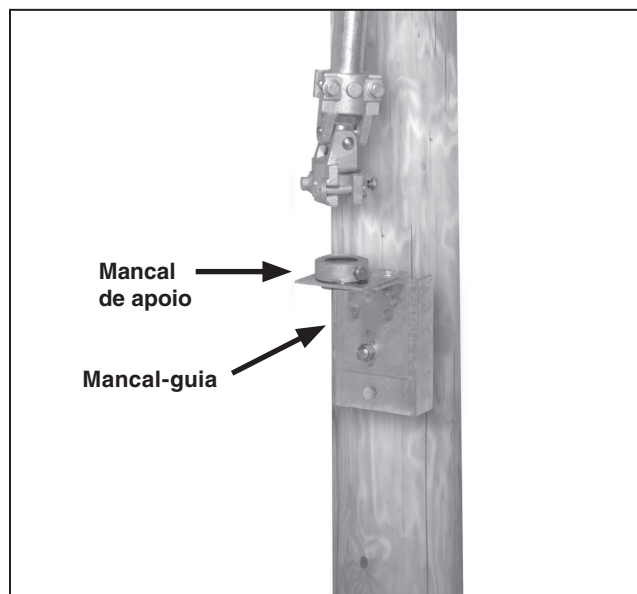

Figura 18. Instalação do mancal-guia.
**PASSO 13.** Posicione e instale o suporte do mancal-guia no poste ou estrutura, de acordo com as dimensões mostradas no diagrama de montagem. Ver Figura 18.